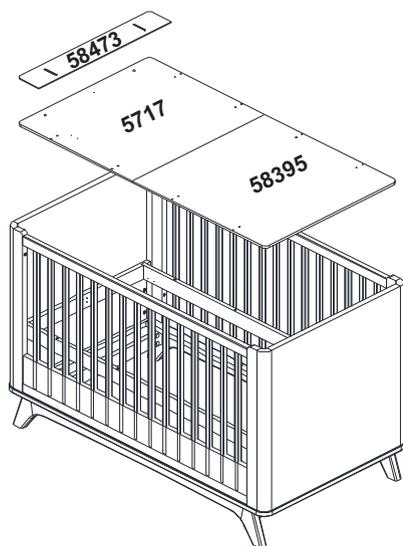

Fig. 01
4. Encaixe novamente as barras de estrado (58384) nas travessas (58396). Fig. 01
- Passo 11:** 23) Fixar o kit delimitador de abertura da porta, iniciar fixando os Mini ganchos "Z" no tampo e na porta da cômoda em seguida enganchar a corrente "T" e fechar os mini ganchos para evitar de cair a corrente realizar este processo em ambas as portas no lado interno do produto. Fig. 01